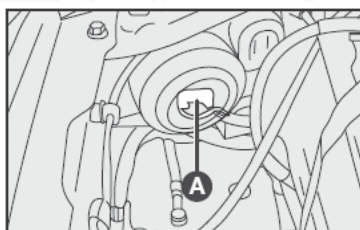
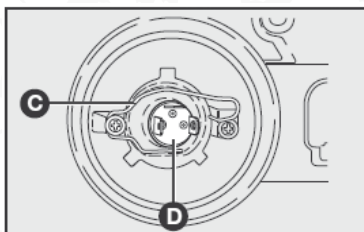

fig. 31
fig. 33
- 1) Suelte el conector A-fig. 31 de alimentación del faro;
- 3) Quite el portalámparas D - fig. 33 presionando la presilla C - fig. 33 y abriéndola lateralmente;
- 6) Reenganche la presilla de fijación C - fig. 33, colocando por último la tapa plástica B-fig. 31;
- 7) Reinstale el conector A-fig. 31.